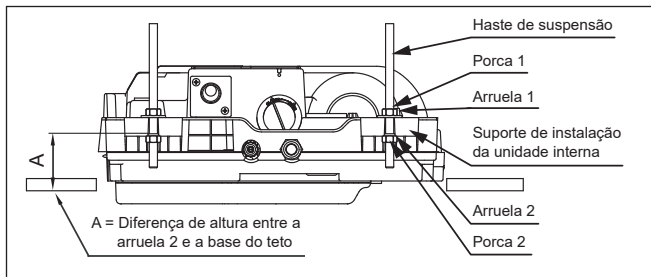

FIG. 42
3. Prenda as hastes de suspensão nos ganchos, suspenda a unidade e inicie o ajuste do nivelamento da unidade com as arruelas e as porcas sextavadas (Fig. 42).
- Ajuste a altura da porca 2 para que a diferença entre a superfície superior da arruela 2 e a base do teto seja de 70mm (40KVAQB12) ou 75mm (40KVAQB18) ("A" - Fig. 42).